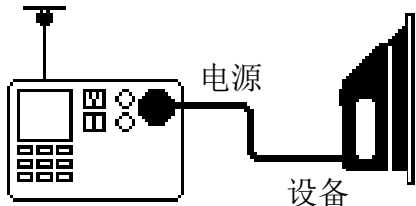

图 7 I 级设备替代泄漏电流测试的连接
- 请按显示屏上的指示来连接设备与测试探头, 请参见图 7 和图 8。